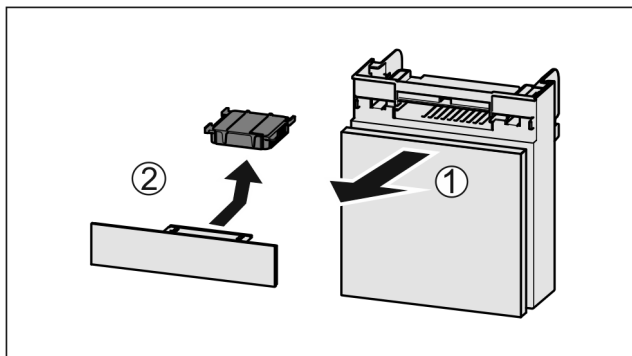

Fig. 195
- Zásuvku vytáhněte dopředu Fig. 195 (1).
- Filtr s aktivním uhlím vyjměte Fig. 195 (2).